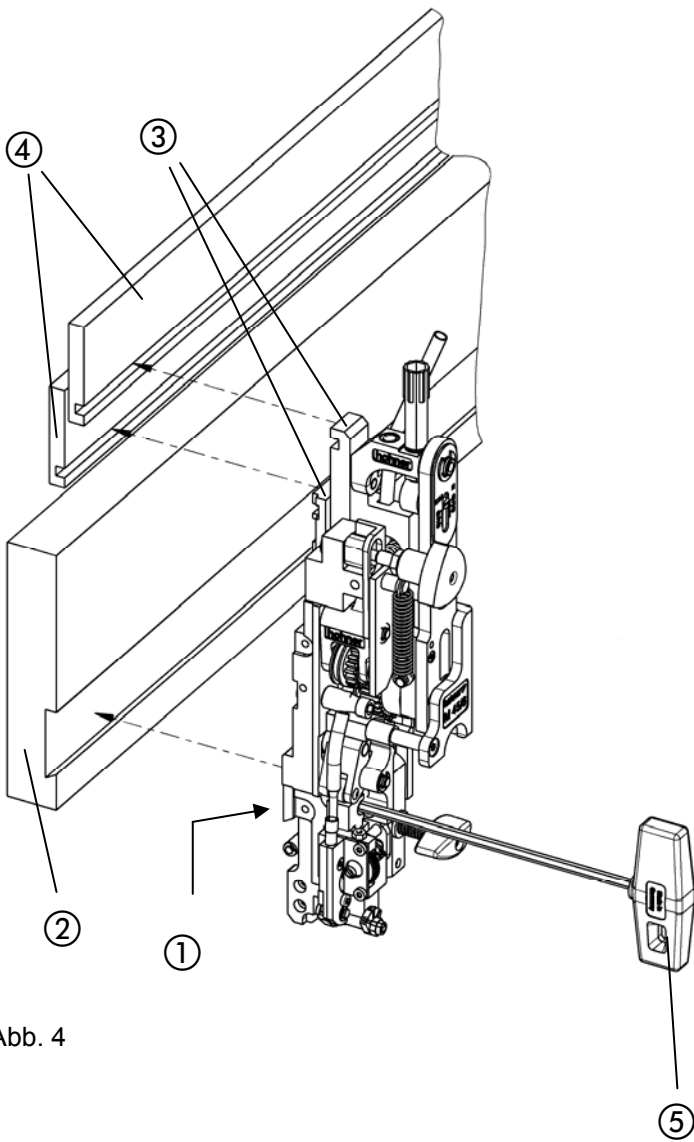

Abb. 4
- Abb. 4 -
- Nutenstein ① mit Inbusschlüssel SW4 ⑤ lösen.
- Heftkopf durch Einführen des Nutensteins in die Heftkopfaufnahme ② montieren. Die beiden Mitnehmernasen ③ am Heftkopf müssen dabei in den Führungen der Hubbalken ④ liegen.
- Heftkopf durch Festziehen des Nutensteins ① mit Inbusschlüssel in Heftkopfaufnahme fixieren.